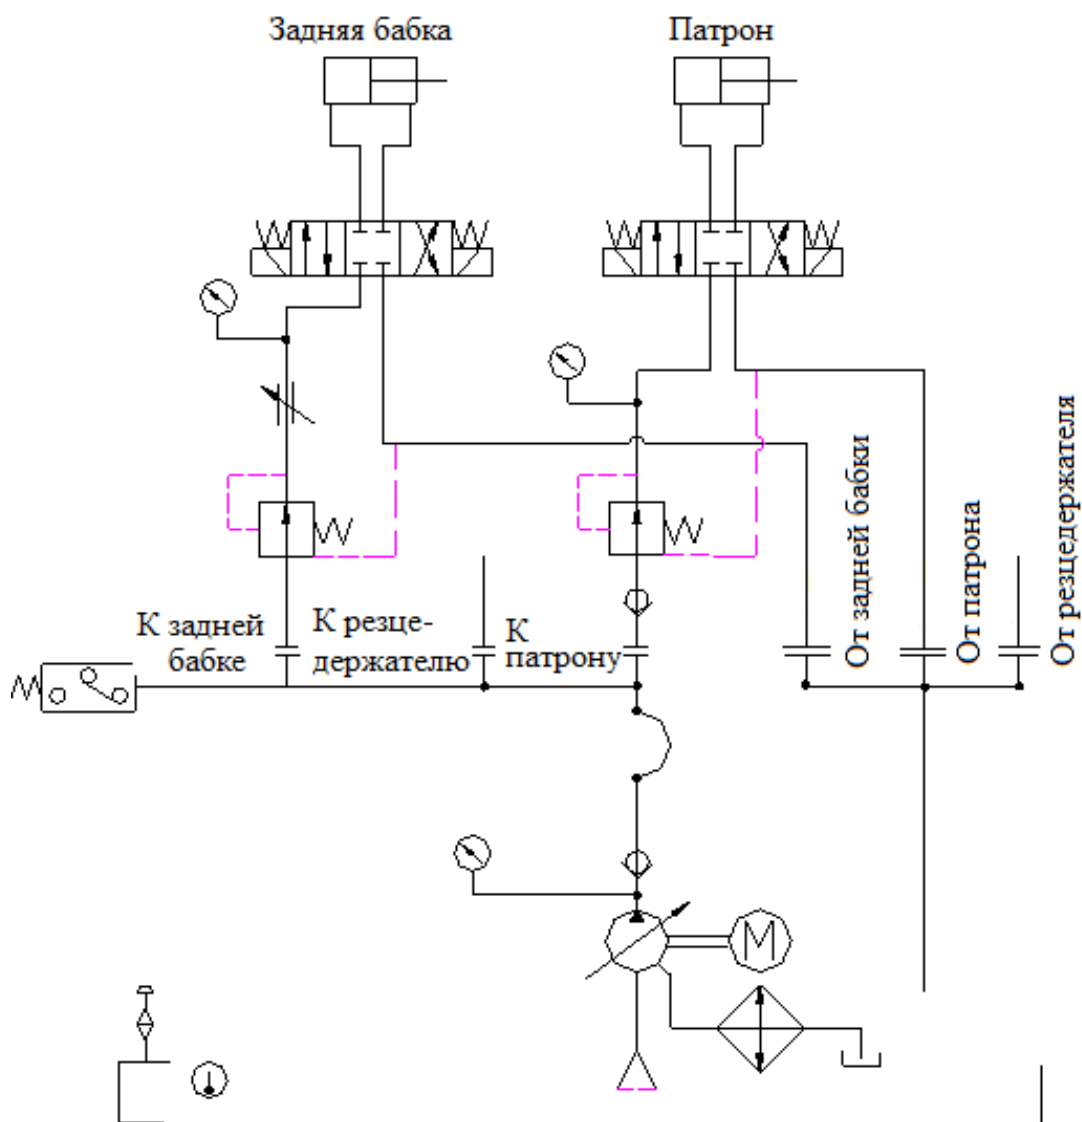

Рис. 5 Принципиальная схема расположения гидравлической системы
4) Если в станке используется гидравлический патрон, см. принципиальную схему расположения гидравлического оборудования (Рис. 5). Регулировка давления в системе осуществляется с помощью насоса с поворотными лопатками. Давление в патрубке регулируется с помощью редукционного клапана, который управляется манометром.
Подача питания в патрон и заднюю бабку станка осуществляется посредством автономной гидравлической системы, которая включает в себя масляный резервуар, электродвигатель, лопаточный насос, встроенный маслоагрегат, группа клапанов, трубопровод, манометр и др. На Рис. 5 представлена схема расположения гидравлической системы.